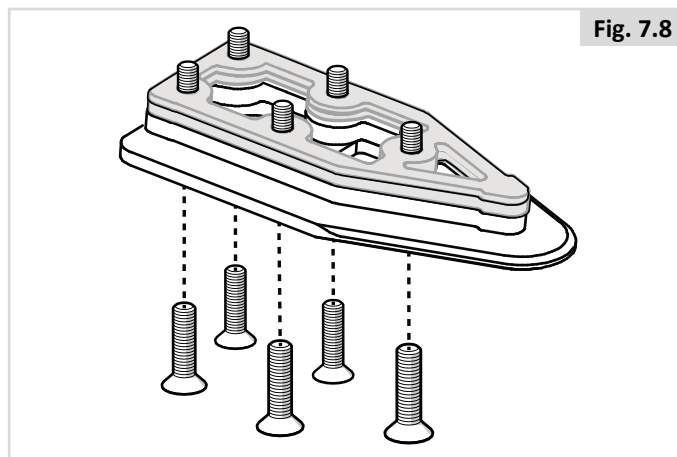

Fig. 7.8
3. För de fem skruvarna genom låsplattans låsplåt, den obligatoriska 8 mm distansbrickan och utvalda distansbrickor som tillval (grått i bilden) (Fig. 7.8).